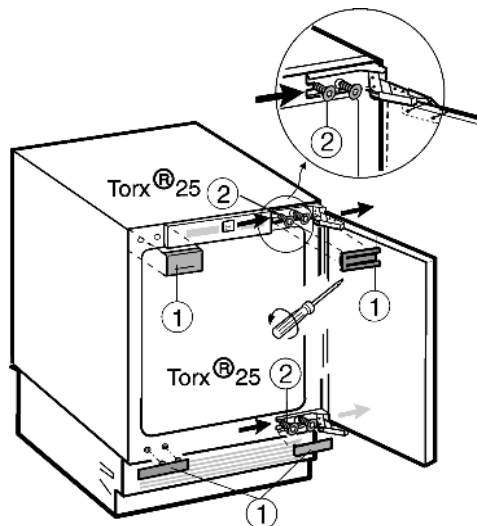

Fig. 2
▶ Снимите закрывающие элементы Fig. 2 (1).
▶ Крепежные винты Fig. 2 (2) только ослабьте.
- ▶ Переставьте нижние и верхние крепежные винты Fig. 2 (2) на противоположную сторону.
- ▶ Навесьте дверцу устройства на заранее установленные крепежные винты Fig. 2 (2).
- ▶ Затяните крепежные винты Fig. 2 (2) (с моментом 4 Нм).
- ▶ Снова установите закрывающие элементы Fig. 2 (1).